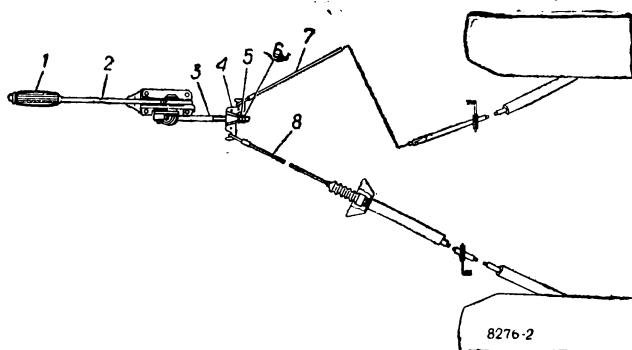

Рис. 52. Стояночный тормоз:
Рычаг 2 (рис. 52) привода стояночного тормоза расположен справа от водителя, между передними сиденьями.
- отверните контргайку 6 (см. рис. 52) и гайку 5, снимите с уравнителя 4 тросы 7 и 8;
4. С помощью гайки 5 (см. рис. 52), перемещая уравнитель, натяните тросы. При этом задние колеса должны вращаться свободно, без задевания накладок за тормозные барабаны.